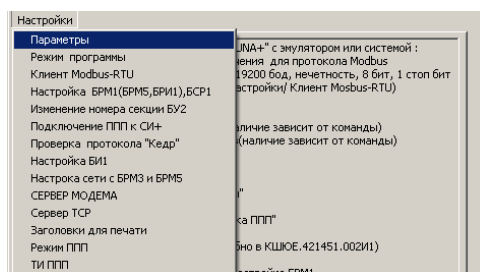

Рисунок 7.56
7.8.1.2 В меню настройки выбрать опцию «Параметры» (рисунок 7.56). В результате активируется форма «Параметры», представленная на рисунке 7.57.
7.8.3.2 В меню настройки выбрать опцию «Параметры» (рисунок 7.56). В результате активируется форма «Параметры», представленная на рисунке 7.57.